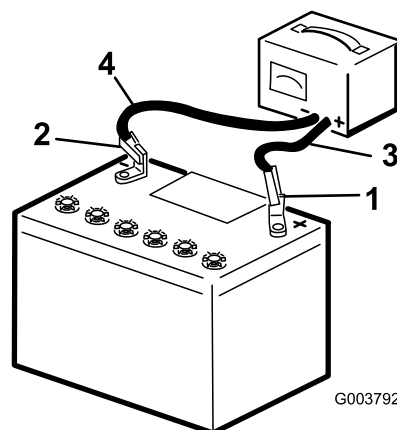

Figura 100
5. Conecte o cabo positivo do carregador ao terminal positivo da bateria (Figura 100).
6. Conecte o cabo negativo do carregador ao terminal negativo da bateria (Figura 100).
- Quando a bateria estiver totalmente carregada, desligue o carregador da rede elétrica e desconecte os cabos do carregador dos terminais da bateria (Figura 100).